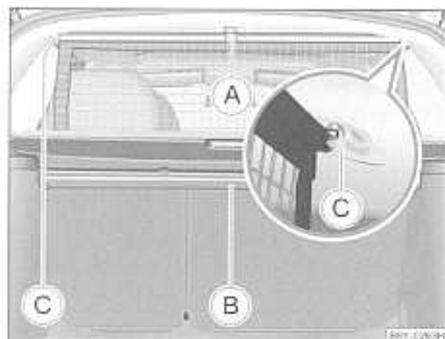

Fig. 57 Desenrollar la red divisoria
- Tire de la red divisoria por la lengüeta (A) y sáquela de la caja (B) hacia las fijaciones (C) ⇒ fig. 57.
- Monte la barra transversal en uno de los alojamientos (C) y presione la barra transversal hacia delante.
- Sujete de igual modo la barra transversal en el otro lado del vehículo, alojamiento (C).